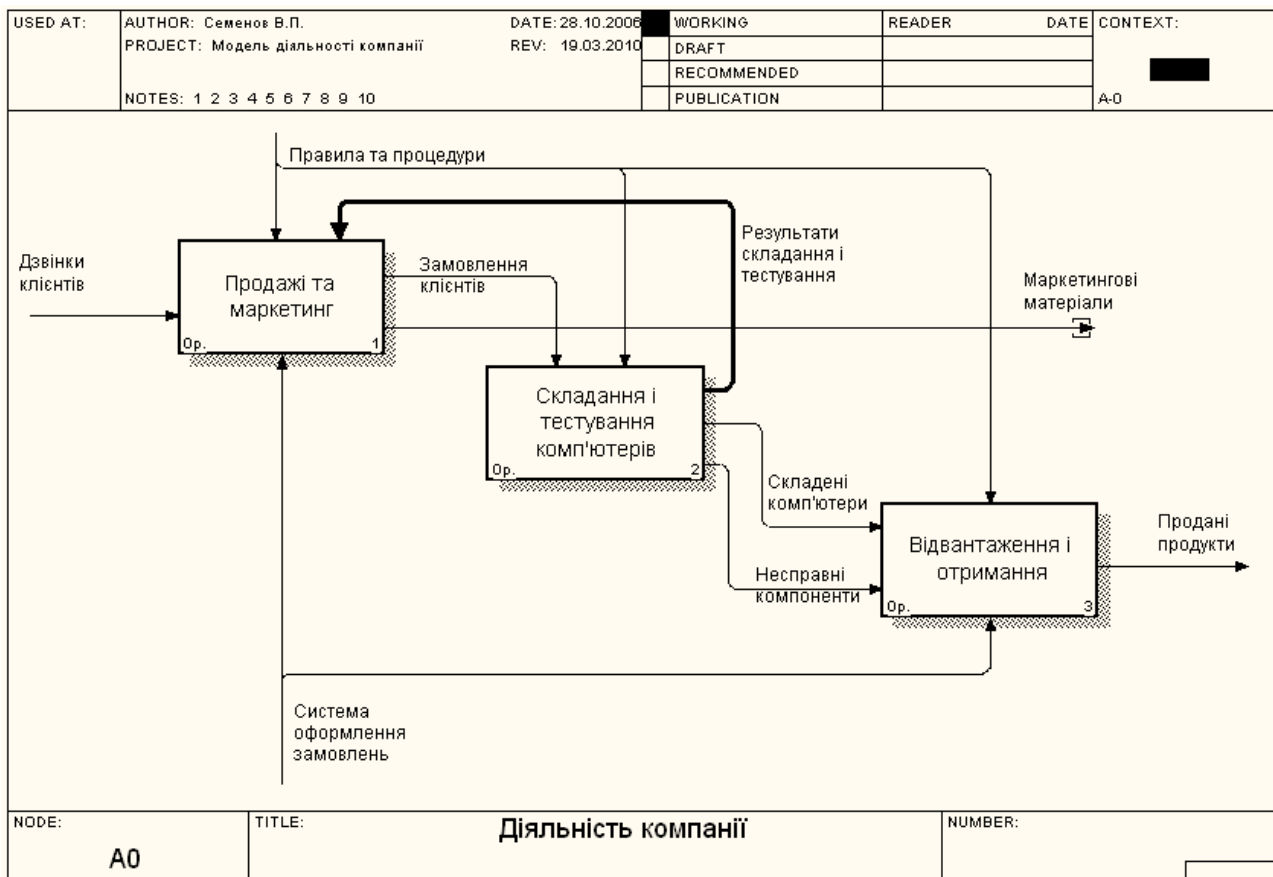

Рисунок 2.7 – Діаграма декомпозиції A0
7. З'єднайте роботу «Продажі та маркетинг» з граничною стрілкою виходу «Маркетингові матеріали». На рівні роботи «Складання і тестування комп'ютерів» для стрілки «Маркетингові матеріали» виберіть опцію *Trim* з контекстного меню з метою зменшення довжини стрілки. Результуюча діаграма зображена на рис. 2.7.